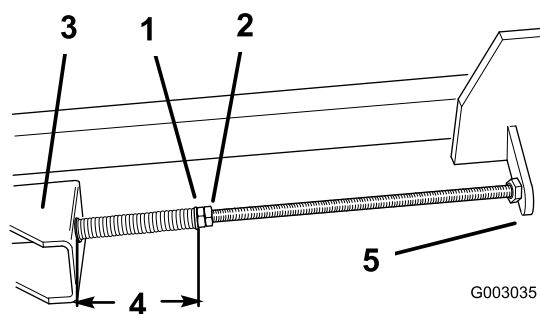

Figura 45
5. Afloje las contratuercas de las varillas de ajuste para aliviar la tensión de la correa de tracción, luego retire la correa de transmisión desgastada de las poleas (Figura 45).
8. Apriete la contratuerca delantera de cada varilla de ajuste hasta que los muelles estén completamente comprimidos, aproximadamente 12 cm (4-3/4 pulg.) medido entre la arandela y el casquillo, luego desenrosque las contratuercas delanteras una vuelta (Figura 45).
9. Apriete las contratuercas traseras (Figura 45).